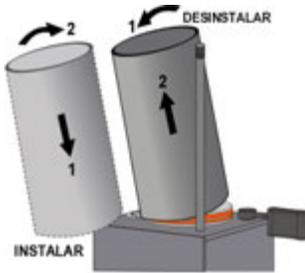

FIG 9. INSTALACIÓN DEL CILINDRO
- g) Levante y remueva el cilindro (Fig.9). Use ambas manos para sujetar este componente. Primero incline el cilindro suavemente y después levántelo con cuidado.